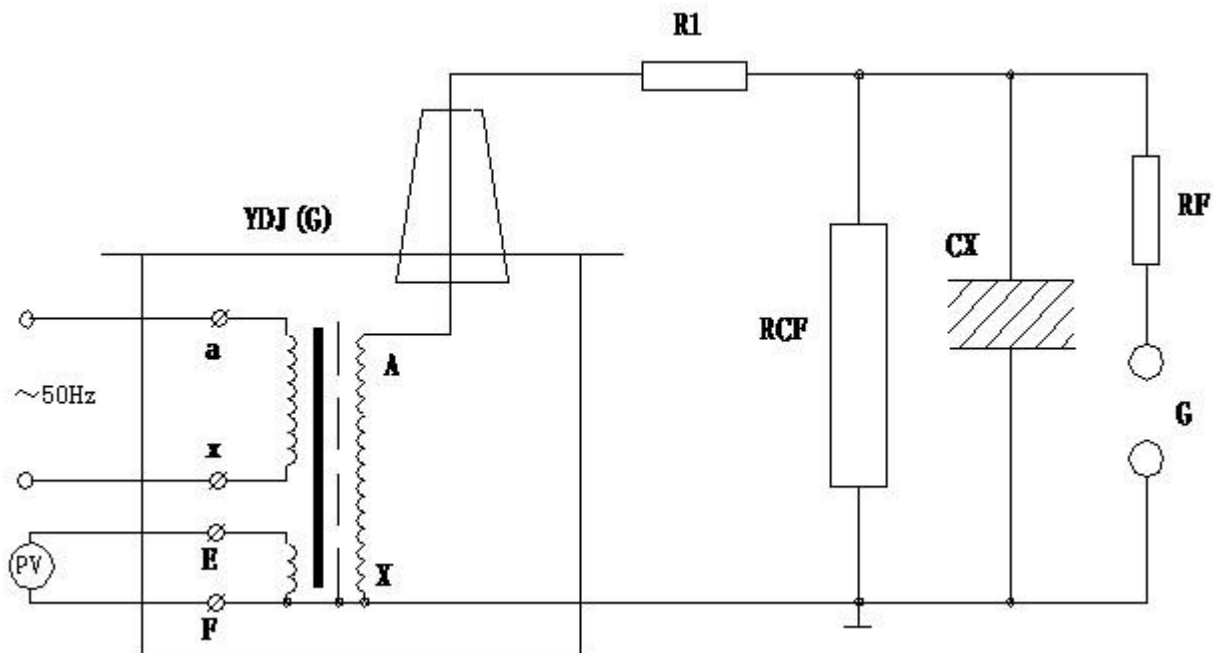

图 6: 被试品工频耐压试验接线图
1. YDJ 试验变压器做被试品的工频耐压试验使用接线原理图见图 6。
在工频耐压试验中, 低压侧测量电压 (仪表电压) 不是非常准确的, 其原因是由于试验变压器存在着漏抗, 在这上漏抗上必然存在着压降或容升, 使试品上的电压低于或高于低压侧测量电压表上反映出来的电压。工频耐压试验时, 被试品上的电压高于试验变压器的输出电压, 也就是所谓容升现象。感应耐压试验时, YDJ 试验变压器的漏抗必须存在着压降。为了准确测量被试品上所施加的电压, 因此常在高压侧接入 RCF 阻容分压器来测量电压 (见图 6)。